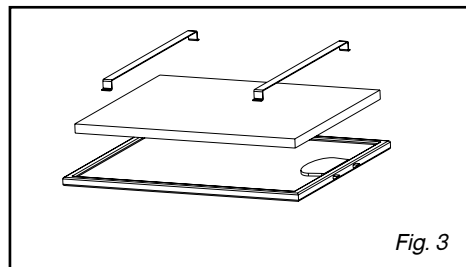

Fig. 3
- Togliere i filtri cassetta (Fig. 3).